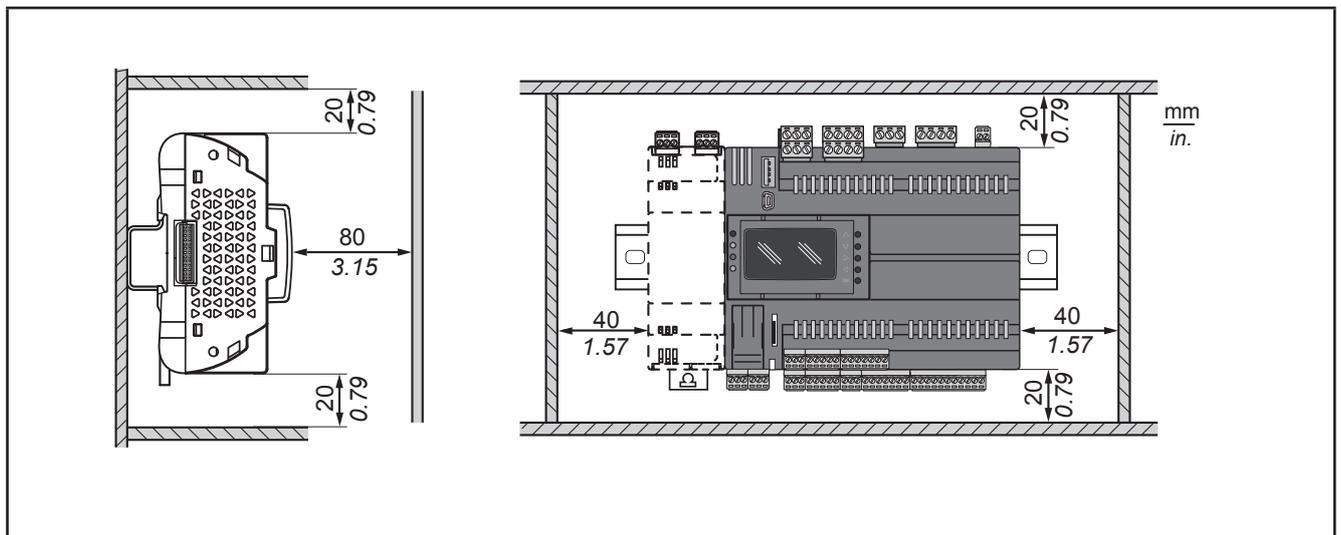

Fig. 6. Distanze
Il **controllore per centrale compressore CO2 EWCM 9000 PRO (HF)** è stato progettato come prodotto di classe IP20 e deve essere installato in un involucro. Quando si installa il prodotto, devono essere rispettate le distanze (vedere **Fig. 6 a pag. 23**).